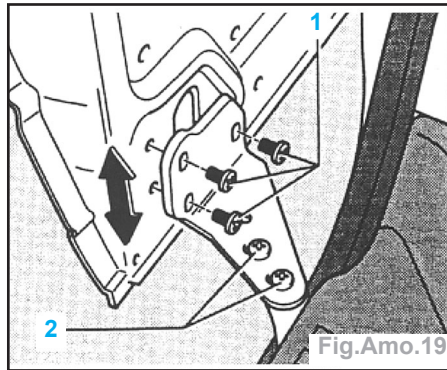

Fig.Amo.19
- Si la hauteur de la porte coulissante à l'avant est incorrecte, desserrer les vis à tête cruciforme (1) et ajuster la porte coulissante en conséquence (flèche) (Fig.Amo.19).
- Si la partie avant de la porte coulissante n'est pas alignée avec le contour extérieur du montant B, procéder au réglage à l'aide des vis à tête cruciforme (2) comme décrit ci-après :